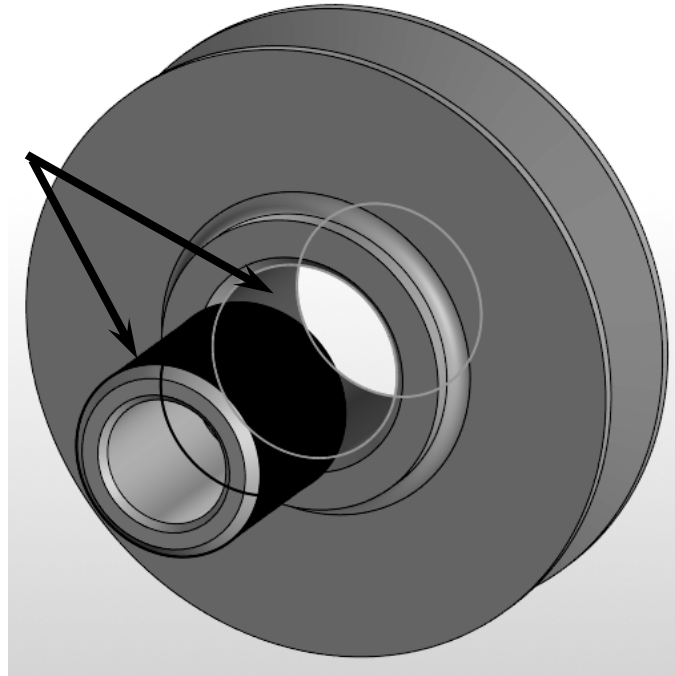

Рис. 5.8. Применение сопряжения «Соосность» между компонентами сборки
- Наложите на компоненты сборки «Ролик» и «Втулка» сопряжения «Соосность», указав мышкой цилиндрические грани деталей, как показано на рис. 5.8. Нажмите кнопку для завершения операции.